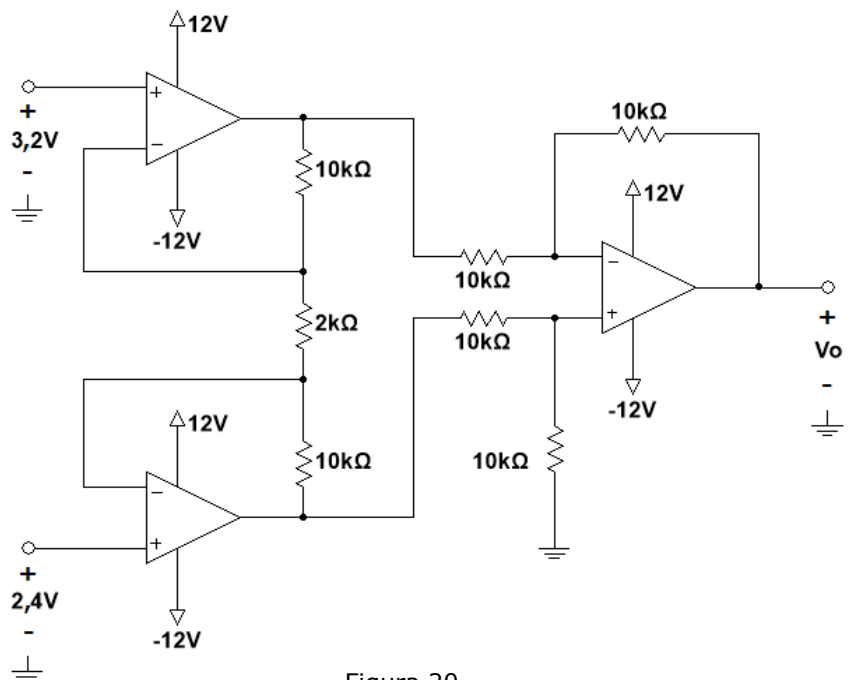

Figura 20
34. No circuito do amplificador de instrumentação representado na Figura 20, o valor de V_o é